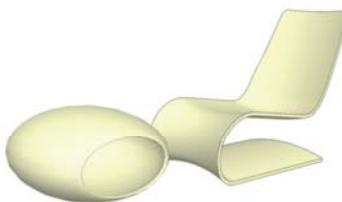
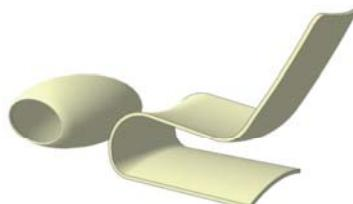
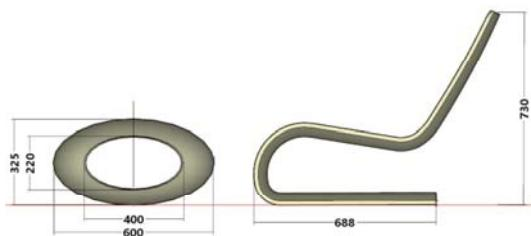

图 2.3.1 成品一
图 2.3.2 成品二
图 2.3.3 主要尺寸
本节要做的是图 2.3.1 和图 2.3.2 所示的一套躺椅，玻璃钢材质，由一个躺椅和一个蛋形的“搁脚”组成。图 2.3.3 是侧视图，图 2.3.4 是俯视图，上面有一些主要尺寸，难以标注出的小尺寸将在操作步骤中给出，也可到附件里查看。
- (1) 把该图片拉到 SketchUp 窗口中，要让它垂直站着，别让它躺下。
- (2) 炸开，重新创建群组，双击进入群组，用小皮尺工具调整尺寸（可参考图 2.3.3）。